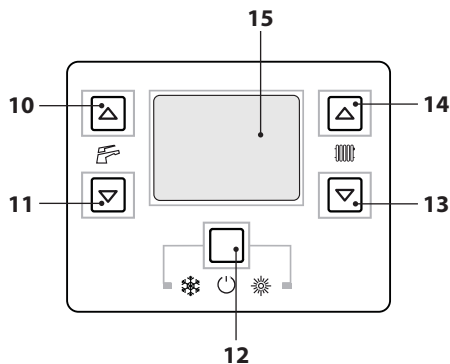
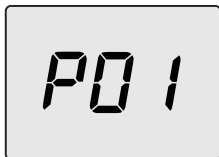
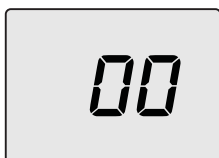
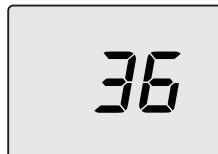

Рисунок 7.2
Рисунок 7.3
Рисунок 7.4
Рисунок 7.5
- Войдите в "режим программирования", нажав одновременно и удерживая в течение 10 секунд кнопки 12-13-14 (Рисунок 7.2) до появления на ЖК дисплее кода **P01**, который сменяется значением параметра, указывая на вход в "параметр 01" (Рисунок 7.3).
- Нажмите кнопку 13 или 14 (Рисунок 7.2) для просмотра параметров и найдите параметр **P09** ("трубочист") (Рисунок 7.4).
- Нажмите одновременно кнопки 12 и 14, чтобы появилось значение **00** (режим "трубочист" отключен) (Рисунок 7.4). При помощи кнопки 13 или 14 измените значение на **01** (режим "трубочист" активирован при минимальной температуре отопления) и нажмите для подтверждения кнопку 12. На дисплее появится символ **LP**, сменяющийся значением минимальной температуры горячего водоснабжения (Рисунок 7.5).
- При помощи кнопки 13 или 14 (Рисунок 7.2) измените состояние на **hP** (режим "трубочист" активирован при минимальном отоплении) и нажмите для подтверждения кнопку 12. На дисплее появится символ **hP**, сменяющийся значением минимальной температуры отопления (Рисунок 7.6).
- При помощи кнопки 13 или 14 (Рисунок 7.2) измените состояние на **dP** (режим "трубочист" активирован при максимальной температуре горячего водоснабжения) и нажмите для подтверждения кнопку 12. На дисплее появится символ **dP**, сменяющийся значением максимальной температуры горячего водоснабжения.
- Нажмите кнопку 14 (Рисунок 7.2) для просмотра параметров и найдите параметр **P09** ("трубочист") (Рисунок 7.4).
- Увеличьте или уменьшите значение при помощи кнопки 14 или 13 (Рисунок 7.2). Подождите 3 минуты, пока давление газа стабилизируется, после чего считайте значение на газовом манометре. **Помните, что во время калибровки максимума нельзя вернуться к меньшему пропущенному значению.**
- Чтобы сохранить значение, нажмите кнопку 11 (Рисунок 7.2) и удерживайте ее в течение 1 секунды.
- Чтобы перейти к калибровке газового минимума, нажмите кнопку 10 (Рисунок 7.2). На дисплее появится символ **S-L**, сменяющийся параметром минимальной абсолютной мощности (Рисунок 7.15).
- Увеличьте или уменьшите значение при помощи кнопки 14 или 13 (Рисунок 7.2). Подождите 3 минуты, пока давление газа стабилизируется, после чего считайте значение на газовом манометре. **Помните, что при калибровке минимума нельзя вернуться к большему пропущенному значению .**
- Нажмите кнопку 10 (Рисунок 7.2), чтобы проверить установленное максимальное значение и, в случае необходимости, измените его, выполнив описанную выше процедуру.
- Нажмите кнопку 10 (Рисунок 7.2), чтобы проверить установленное минимальное значение и, в случае необходимости, измените его, выполнив описанную выше процедуру.